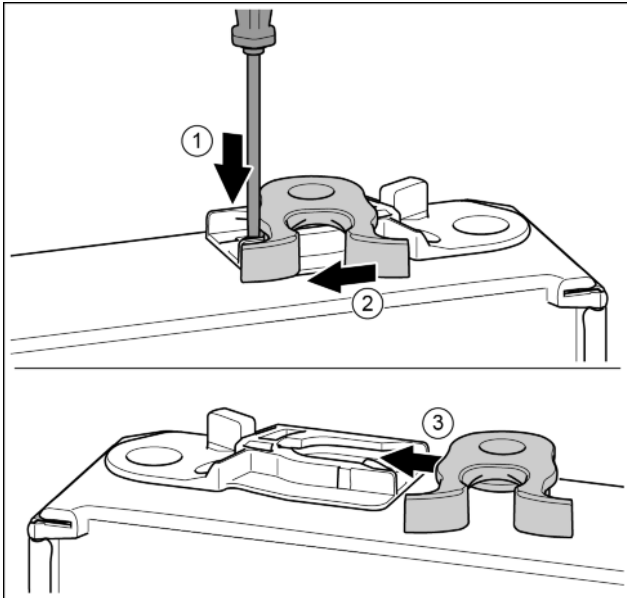

Fig. 17\*
- ▶ Plochým šroubovákem přitlačte lamelu dolů.\* Fig. 17 (1)
- ▶ Vytáhněte petlici z vedení.\* Fig. 17 (2)
- ▶ Petlici zasuňte do vedení na druhé straně.\* Fig. 17 (3)